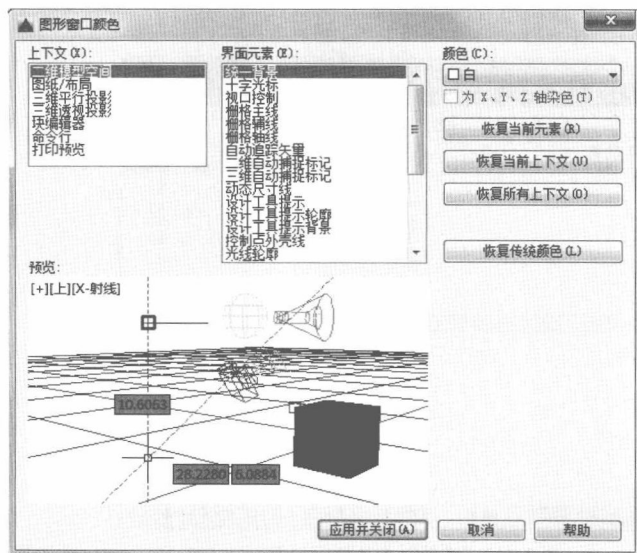

图 1-14 “图形窗口颜色”对话框
(3) 单击“窗口元素”中的“颜色”按钮, 打开如图 1-14 所示的“图形窗口颜色”对话框。